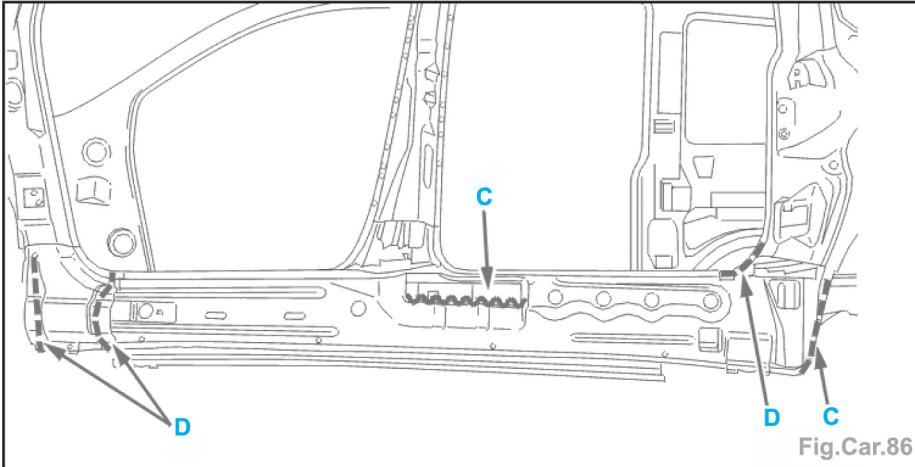

Fig.Car.86
- Appliquer une colle de calage structurelle (suivant **C**) (Fig.Car.86).